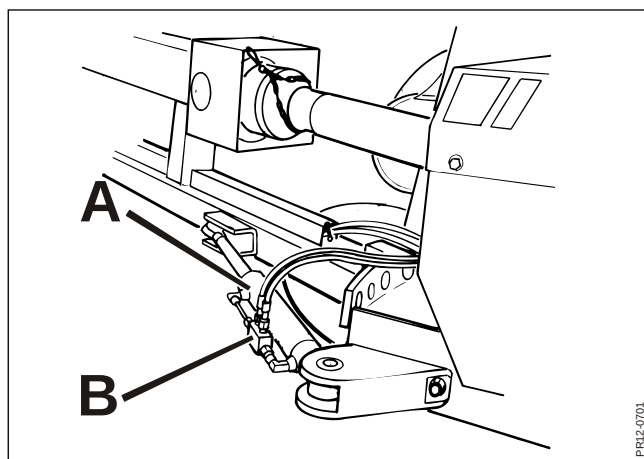

Fig. 3-10
- Fig. 3-10** Maskinen er monteret med udstyr **A** for hydraulisk indstilling af trækstangen. Den hydrauliske cylinder er forsynet med en sikkerhedsventil **B** der sikre at maskinen ikke foretager utilsigtet sving ved evt. slangebrud.